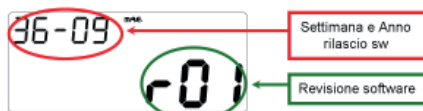
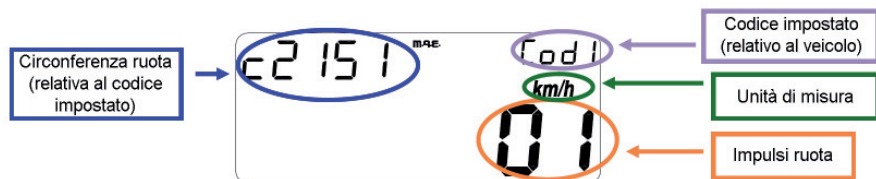

Fig. 17
Fig. 19
- I^a página (cada vez que se conecta con la batería del vehículo): Versión y fecha de lanzamiento del software (durante aprox. 3 segundos) (fig. 17).
- III^a página (sólo en cada encendido del instrumento): Visualización de los parámetros programados (fig. 19).
- Visualización de las pantallas como se indica en las fig. 17 y fig. 19 durante aprox. 3 seg.